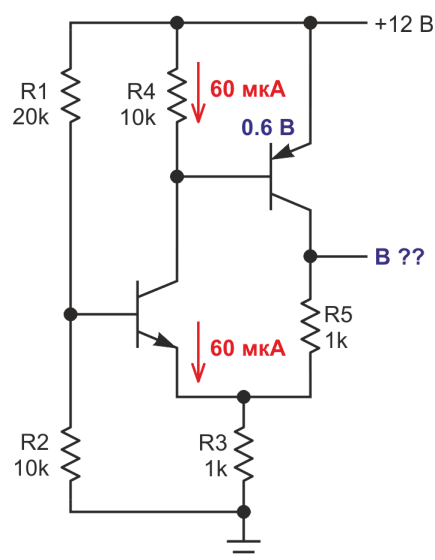

Рисунок 3. Второй шаг анализа.
Напряжение база-эмиттер n-p-n транзистора составляет 0.6 В, поэтому ток через резистор R4 равен 0.06 мА или 60 мкА (Рисунок 3). Поскольку базовый ток n-p-n транзистора практически равен нулю, эти 60 мкА становятся током коллектора n-p-n транзистора, который, в свою очередь, становится током эмиттера n-p-n транзистора из-за очень высокого значения β n-p-n.
- Я вот этот абзац не понял: "Напряжение база-эмиттер p-n-p транзистора составляет 0.6 В, поэтому ток через резистор R4 равен 0.06 мА или 60 мкА (Рисунок 3). Поскольку базовый ток p-n-p транзистора практически равен нулю, эти 60 мкА становятся током коллектора p-n-p транзистора, который, в свою очередь, становится током эмиттера p-n-p транзистора из-за очень высокого значения β p-n-p." Какая взаимосвязь??